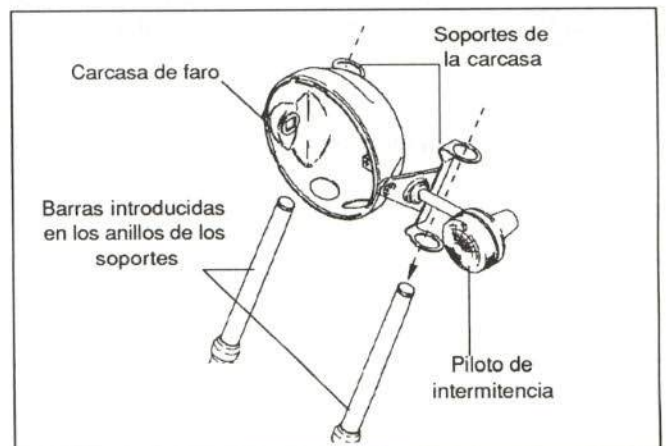

Figura 27.- Fijación de la carcasa del faro
- Carcasa del faro (figura 27)
- Carcasa del faro con pilotos de intermitencia delanteros (figura 27)